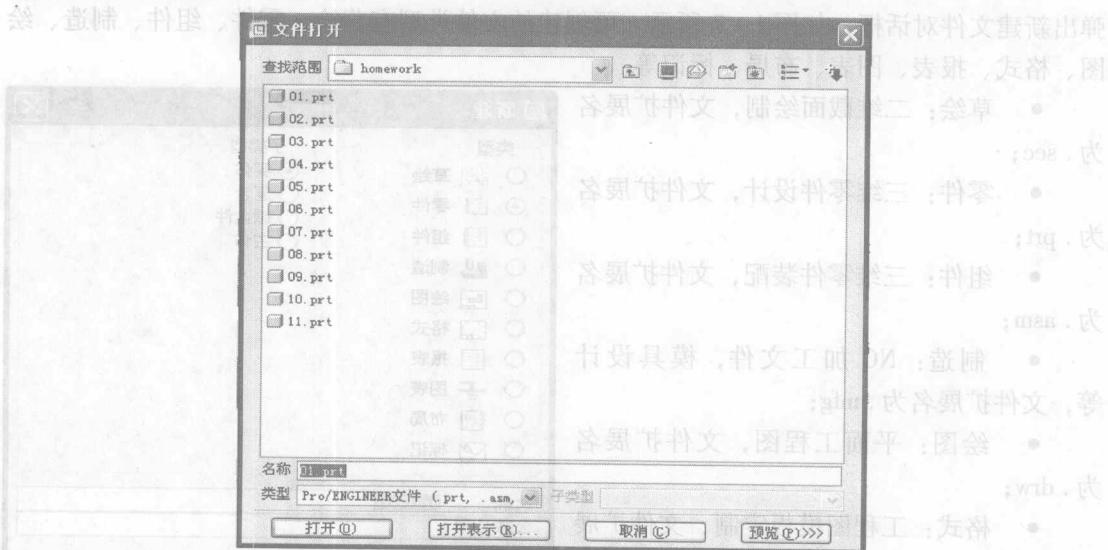

图 1-8 【文件打开】对话框
1) 单击【文件】→【打开】命令，或单击工具栏上的打开按钮 ，系统弹出文件打开的对话框，如图 1-8 所示：